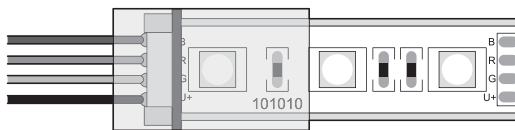

Bild 6
5. Silikon-Kappe über die Verbindungsstelle schieben (Bild 6).